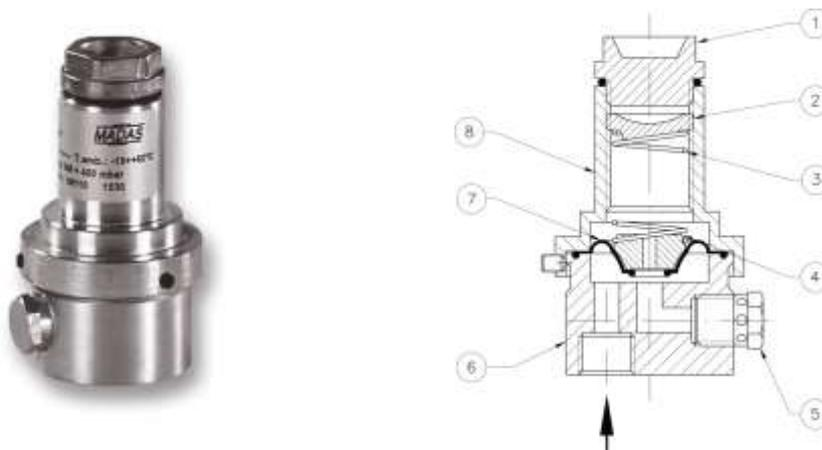

Рис. 2
Клапан (рис. 2) состоит из: запорный колпачок (1); регулировочный винт (2); пружина регулирующего устройства (3); затвор (4); пылезащитный колпачок (5); корпус (6); мембрана (7); раструб (8).